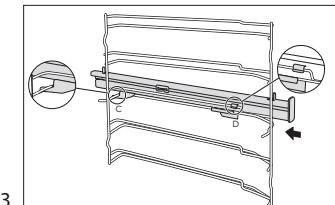

Rys. 1
2. Podnieś jeden koniec przedłużenia teleskopowego Rys. 1 silną